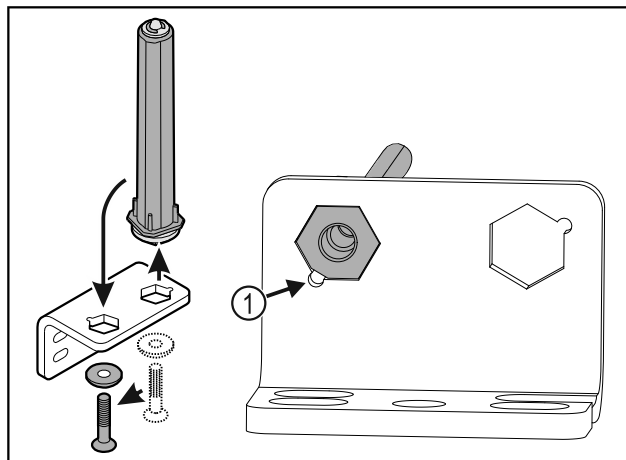

Fig. 34
- Let erop dat bij het plaatsen de boutafschuining Fig. 34 (1) naar het ronde gat wijst.